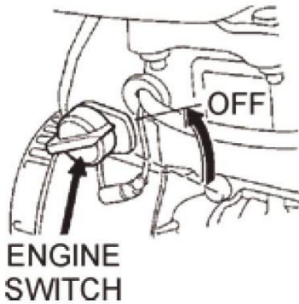

FIG.12
10.2 Nadat de motor is afgekoeld, zet u de start/stop-schakelaar van de motor in de stand "OFF" (FIG. 12).